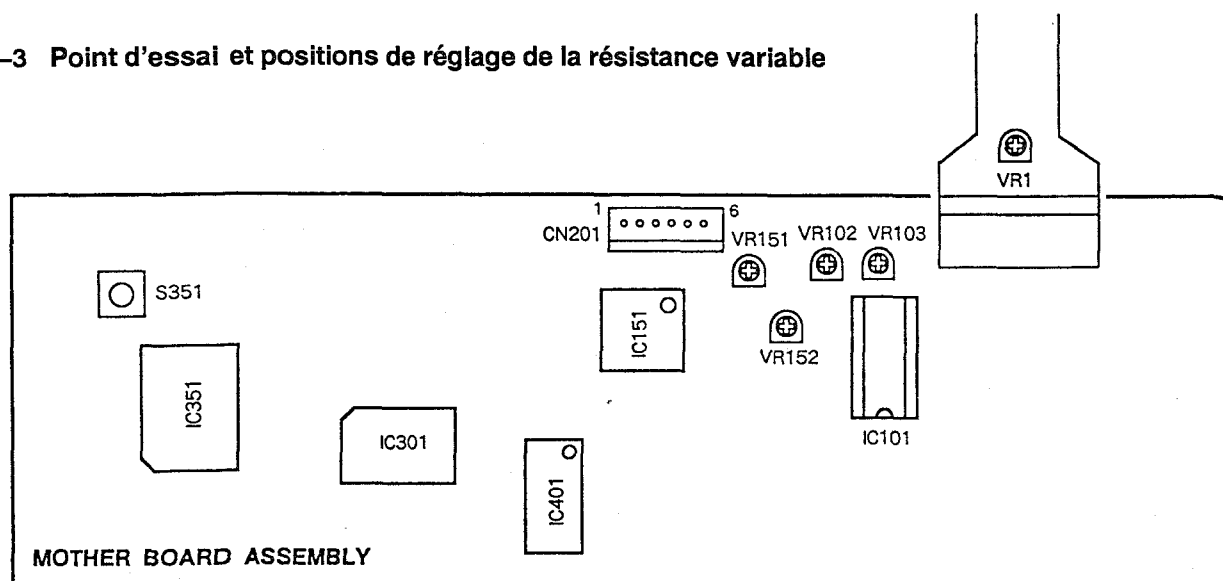

Figure 1 Emplacement des Réglages
2. Appuyer sur le commutateur (S351) de mode d'essai sur la plaquette principale.(voir Figure 1.)